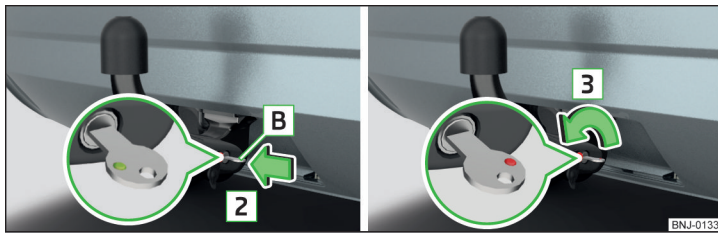

Abb. 251 Schlüssel in das Schloss stecken / Schloss entriegeln
- Den Schlüssel **B** in das Schloss in Pfeilrichtung **2** einstecken, sodass dessen grüne Markierung nach oben zeigt » Abb. 251.